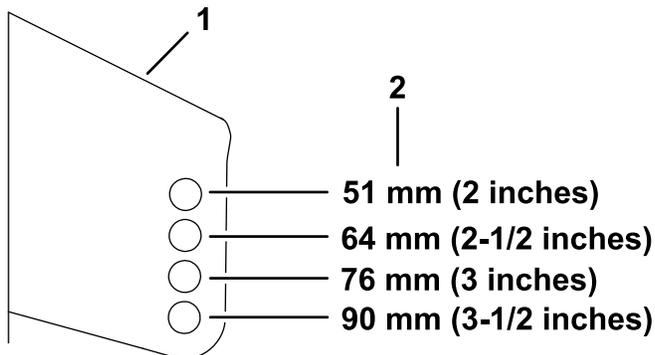

**Рисунок 29**
- После регулировки высоты скашивания отрегулируйте высоту защитных валиков, сняв крепежные детали (**Рисунок 29**).
- Затяните контргайку (3/8 дюйма) с моментом от 41 до 47 Н·м, как показано на **Рисунок 29**.